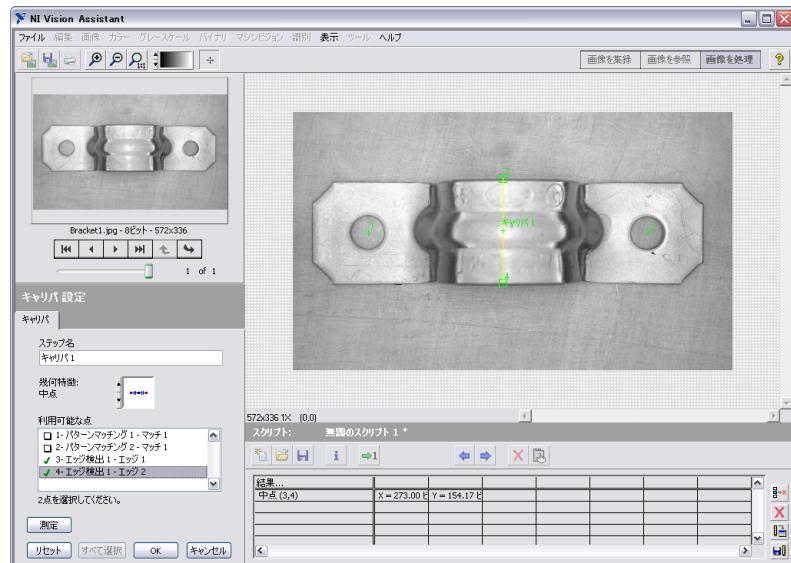

図 4-6 キャリバ関数で幅の中心を検出する
4. **測定**をクリックすると、ブラケットの幅の中心が計算され、中点の測定値が結果表に追加されます（図 4-6）。